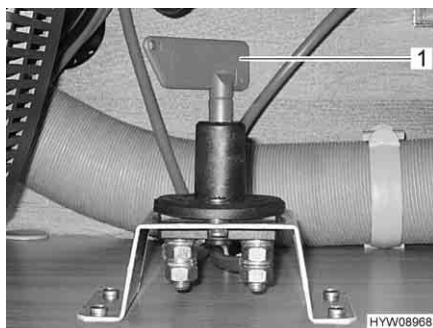
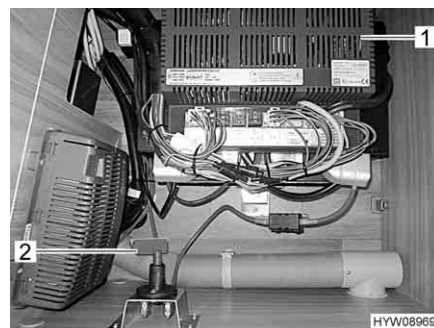

Fig. 15 Interruttore principale (sistema di manovra)
Fig. 16 Interruttore principale (ubicazione)
- Ruotare l'interruttore principale per il sistema di manovra (Fig. 15,1) di 90°. Il sistema di manovra è acceso. L'interruttore principale (Fig. 16,2) si trova in uno dei cassoni letto, vicino all'apparecchio per l'alimentazione elettrica (Fig. 16,1).
- Ruotare l'interruttore principale per il sistema di manovra (Fig. 15,1) di 90°. Il sistema di manovra è spento.